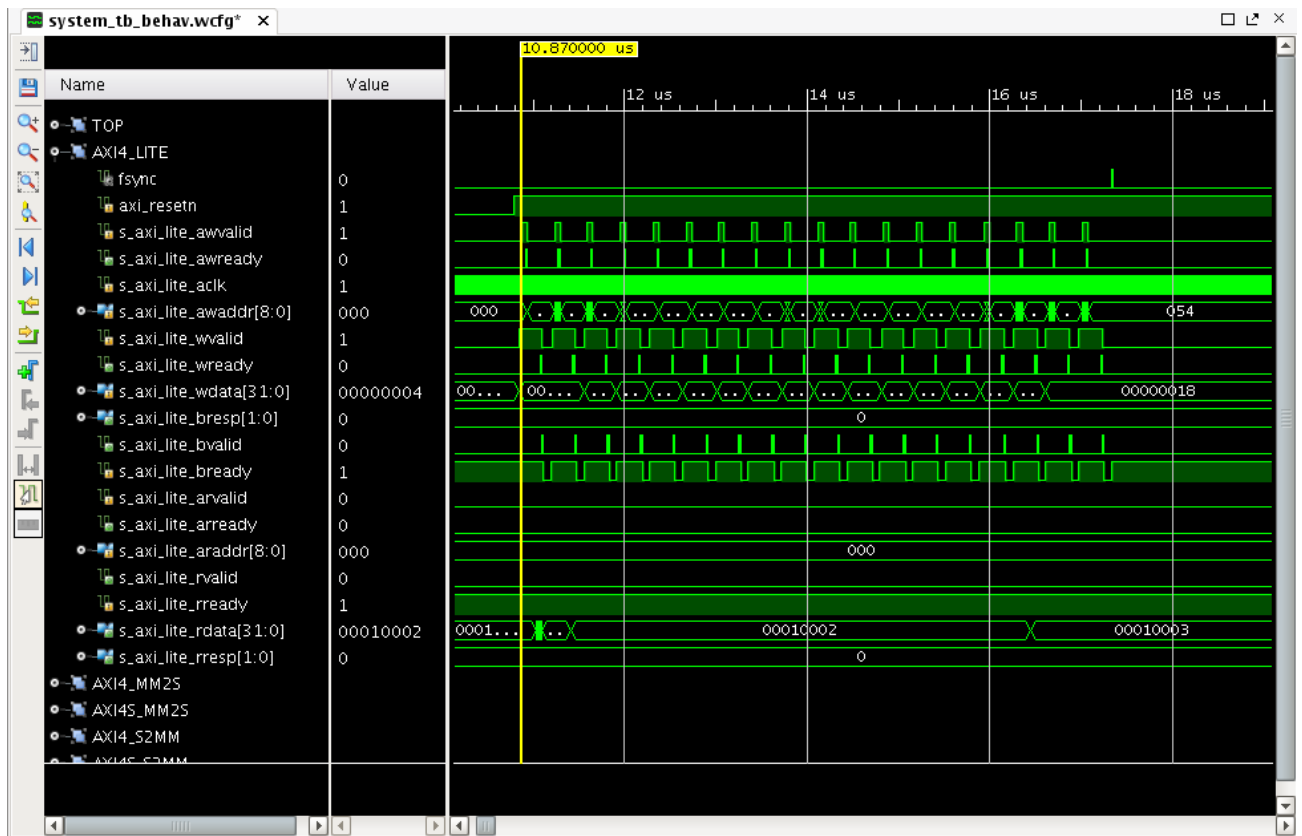

図 2 : AXI4_LITE – テストベンチによる fsync の生成
2. AXI4_LITE グループを展開し、10.8 μ s ~ 17.5 μ s 間を拡大表示します。この期間、Zynq-7000 BFM M_AXI_GP0 は AXI VDMA コア上のスレーブ レジスタへ書き込みを実行し、このコアをビデオ パイプライン用にコンフィギュレーションします。AXI VDMA レジスタへ垂直ラインのサイズが書き込まれると、VDMA がアクティブになり、テストベンチで `fsync` 信号が生成されます。図 2 にこの様子を示します。